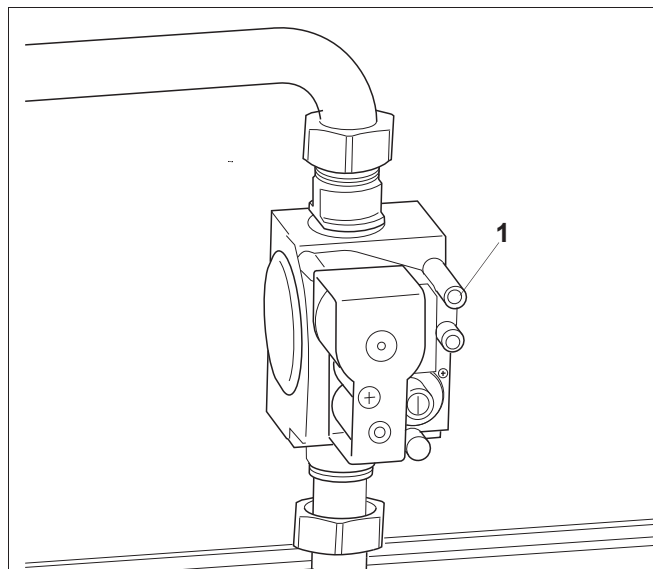

Рис. 27 Газовая арматура "SIT" 840 Sigma
- На два оборота открутить запорный винт ниппеля для контроля подаваемого давления газа и удаления воздуха (рис. 27, поз. 1).
- Осторожно закрутить ниппель (рис. 27, поз. 1).